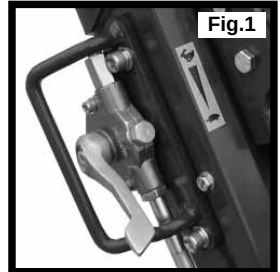

Fig.1
1. Pour arrêter le moteur, placer la manette des gaz au ralenti (Voir Fig. 1), appuyer ensuite et maintenir le bouton d'arrêt rouge pendant 5 secondes jusqu'à ce que le moteur s'arrête (Voir Fig. 2).